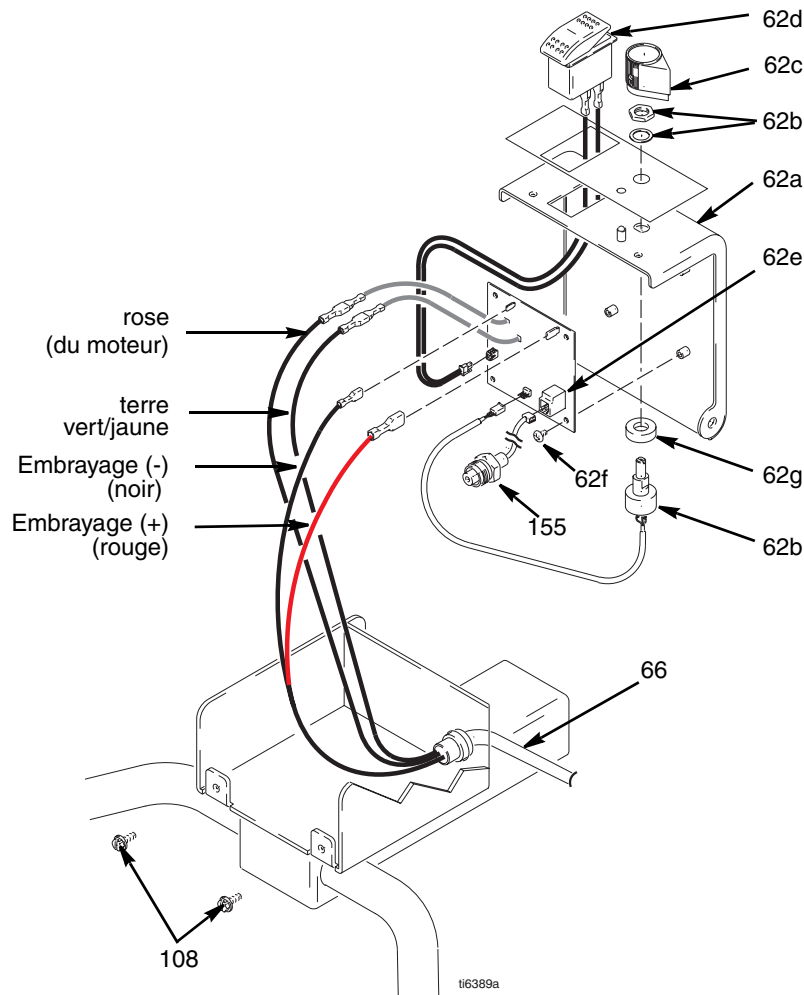

FIG. 14
2. FIG. 14. Retirer les deux vis (108) et ouvrir le boîtier (62a).
3. Débrancher les fils moteur et de terre du faisceau de fils (66).
- Fil du capteur (155)
1. FIG. 14. Mettre la platine de commande (62e) en place et la fixer à l'aide de quatre vis (62f).
4. Refermer le boîtier (62a) et le fixer à l'aide des deux vis (108).
3. Débrancher le fil du capteur (155) de la carte de commande (62e).
4. Faire passer le connecteur du capteur par le passe-fil (151).
5. Enlever le capteur et le joint torique (99) du filtre (67).
1. FIG. 14. Remonter le joint torique (99) et le capteur de pression (155) dans le corps de filtre (67). Serrer à 47 - 61 N.m.
3. Brancher le fil du capteur (E) sur la carte de commande (62e).
2. FIG. 14. Monter le potentiomètre, l'écrou d'arbre, la rondelle-frein et le bouton du potentiomètre (62c).